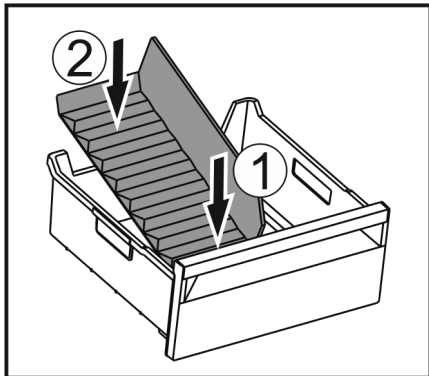

Fig. 196
- ▶ Helyezze be a jégkész-eltávolító elülső részét. Fig. 196 (1)
- ▶ Süllyessze le a jégkész-eltávolító hátsó részét a fiók aljáig. Fig. 196 (2)